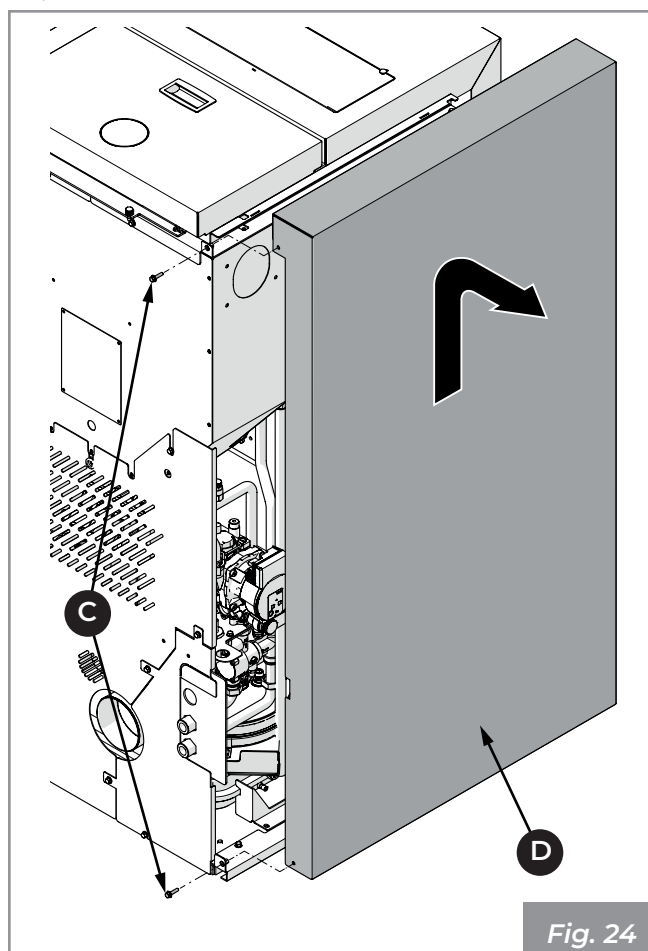

Fig. 24
Svitare le due viti posteriori (C) e sollevare il fianco sinistro (D) per liberare i ganci di fissaggio (Fig. 24).